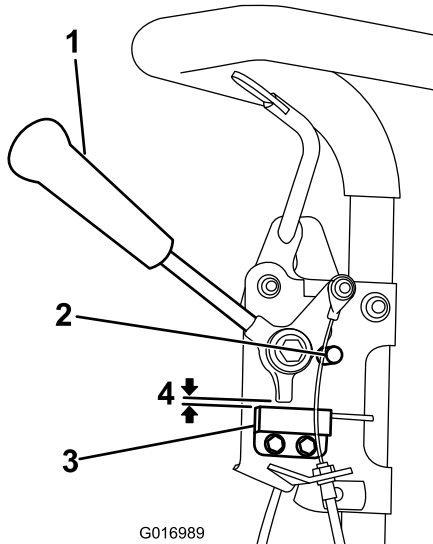

図 29
1. エンジンが停止していること、走行レバーが解除されてニュートラルストップにあることを確認する図 29。
2. インタロックスイッチを固定しているねじをゆるめる図 29。
3. 走行レバーとインタロックスイッチの間に0.8mmのすきまゲージをはさむ図 29。